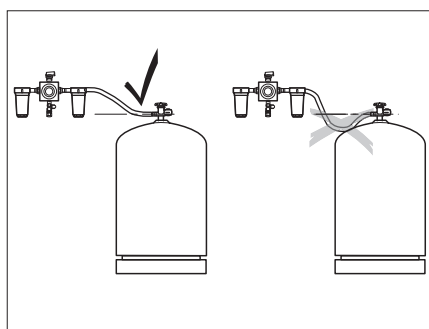

Bild 231 Dragning av högtrycksslangarna
- ▷ Vid dragning av högtrycksslangarna är det viktigt att de ständigt stiger (Bild 231).